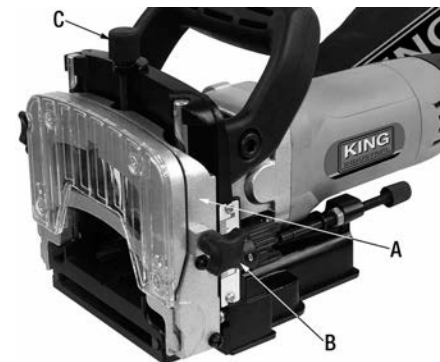

FIGURE 5
Le guide (A) Fig.5 ajustable vous permet d'ajuster la hauteur de la rainure à une hauteur différente en bas de la surface de la pièce de travail. Pour ajuster la hauteur;
- 1) Desserrez le bouton de verrouillage de la hauteur du guide (B).
- 2) Tournez le bouton d'ajustement de la hauteur (C) jusqu'à ce que la hauteur désirée est obtenue.
- 3) Resserrez le bouton de verrouillage de la hauteur du guide (B).